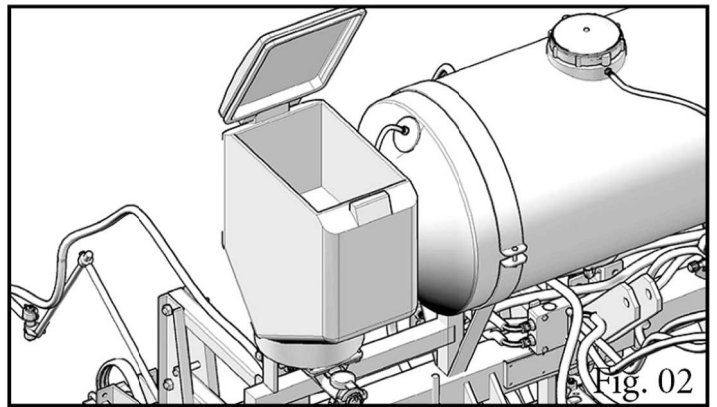

Fig. 02
- Completo (deposito de inox) *Fig. 02* ;
- Complete (stainless deposit) Fig 02;